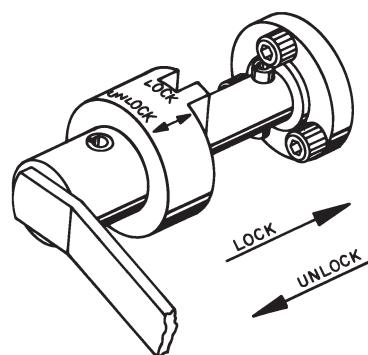

Figura 1
- Verifique que el mecanismo de la manija de fijación en el soporte del motor esté encajado antes de montar un motor. Consulte la Figura 1.
Para asegurar la estabilidad del motor en todas las posiciones, este soporte de reparación está equipado con un mecanismo de la manija de fijación de manivela positiva. Consulte la figura 1.